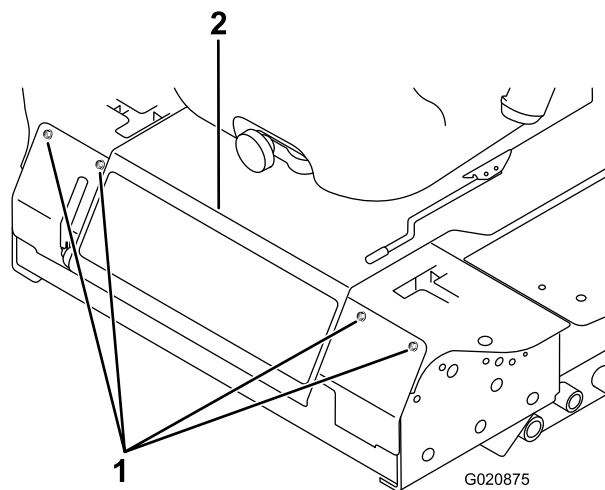

Figura 44
2. Afloje los pernos del panel delantero y retire el panel (Figura 44).